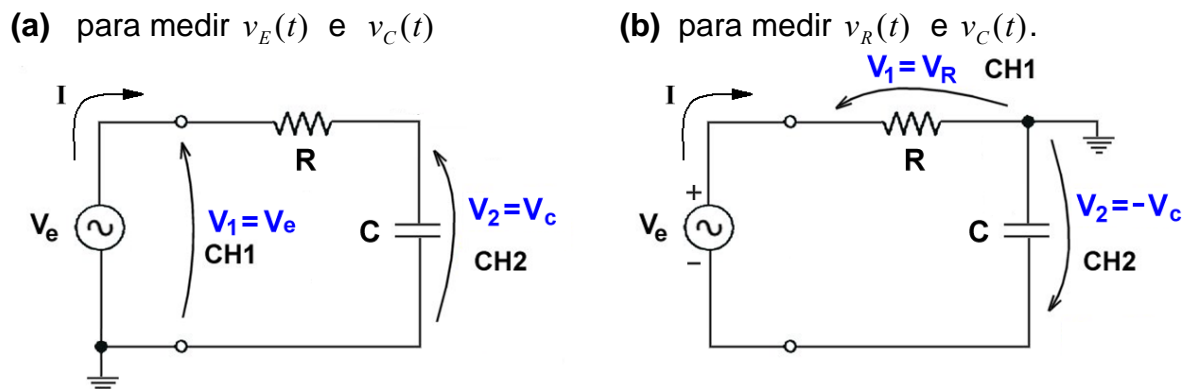

Figura 2 – Medição de tensões no circuito RC com terra comum (a) entre o gerador e o capacitor e (b) entre o resistor e o capacitor.
2.a) Meça a amplitude pico-a-pico e a defasagem entre a tensão de alimentação e a tensão no capacitor, conforme a **figura 2.a**. Ajuste o disparo (“trigger”) do osciloscópio para ser controlado pelo canal 2, ou seja, por $v_C(t)$. O terra das pontas de prova do osciloscópio deve ficar entre o capacitor e o gerador e nenhum dos canais deverá ser invertido. Anote os valores medidos das defasagens e os valores calculados das amplitudes de pico, na tabela 2. A tensão do capacitor como referência para a defasagem é $v_C(t) = V_C \cos(\omega t)$. Logo, tem-se que a tensão no gerador é: $v_E(t) = V_E \cos(\omega t + (\theta_E - \theta_C))$.